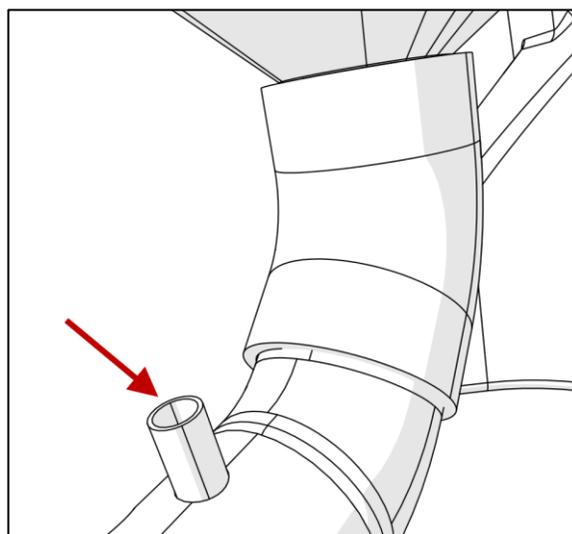

FIGURE 23
32. Connecter l'autre bout du nouveau boyau sur le tube qui va vers le réservoir septique (Figure 23). Installer le collier et serrer au couple suivant: